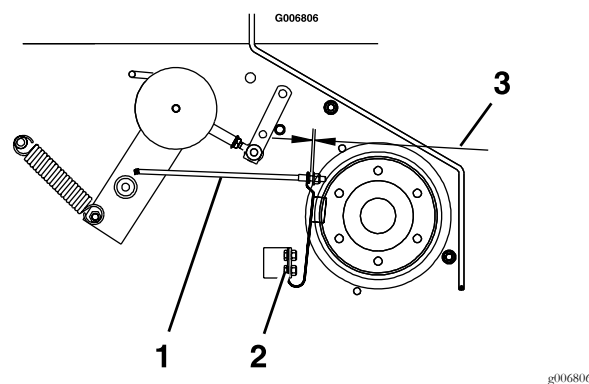

Figure 16
3. Vérifiez que la plaquette de frein de lame est appuyée contre la poulie. Réglez les boulons de montage de ressort pour aligner correctement la plaquette sur la poulie (voir Figure 16).
doit être comprise entre 3 et 5 mm ($\frac{1}{8}$ et $\frac{3}{16}$ po) (voir Figure 16).